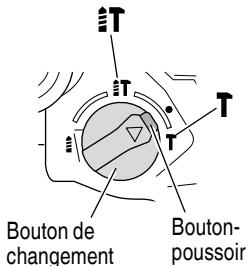

Fig. 20
- (2) Appuyer sur le bouton-poussoir et placer le bouton de changement au milieu du repère IT et du repère T (Fig. 20).